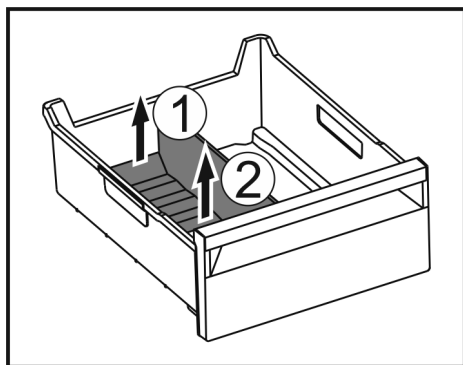

Fig. 175
- Achterste deel van de ijsvak-scheider optillen. Fig. 175 (1)
- IJsvak-scheider er naar boven toe uitnemen. Fig. 175 (2)